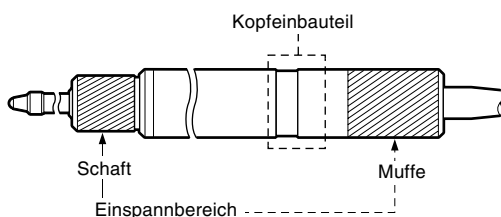

Abb. 1 Montagepositionen
- Sicherstellen, daß der Schaft des Meßgeräts für die Montage fest eingespannt ist. Falls ein anderer Teil des Meßtasters eingespannt werden muß, ist der Bereich um das Firmenzeichen (in den der Kopf eingebaut ist) und seine nähere Umgebung zu vermeiden. (Abb. 1) Bei der Montage das Meßgerät so sichern, daß die Montageschrauben nicht in direkten Kontakt mit dem Gerät kommen.